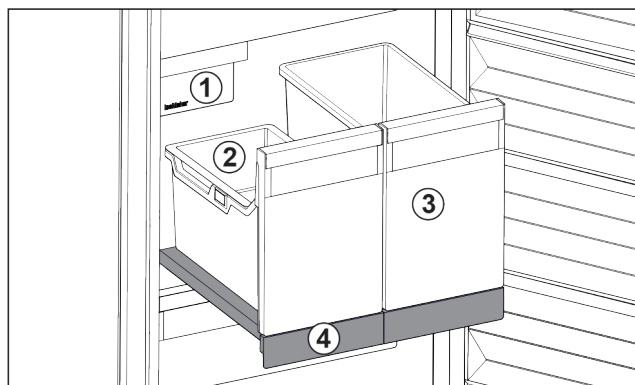

Fig. 98 Kihúzható rács IceTower egységgel
A kihúzható rácson két magas tároló van kialakítva (IceTower). A tárolóban Fig. 98 (2) gyűlnek össze és tárolhatók az IceMaker által készített jégkockák. A tároló Fig. 98 (3) magas élelmiszerek tárolására alkalmas, például pizza vagy az alkoholos ital tehető bele.